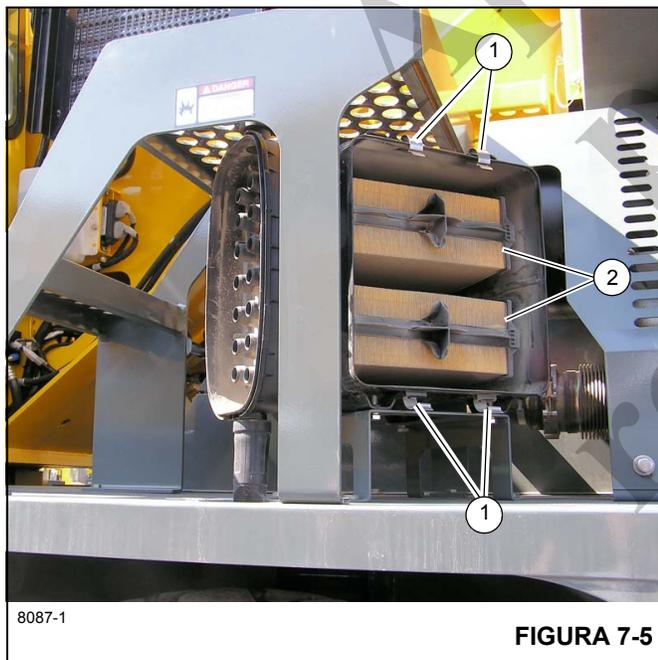

FIGURA 7-5
1. Eleve as presilhas (1) (Figura 7-5) que fixam a tampa ao corpo do purificador de ar e remova a tampa.
2. Remova o filtro primário (2) (Figura 7-5) do purificador de ar e inspecione se há material estranho e marcas de poeira.
6. Coloque a tampa de volta no alojamento do purificador de ar e fixe com as presilhas (1).